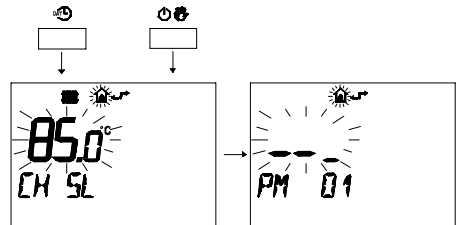

fig. 8.13
- 2 Premere contemporaneamente i pulsanti e per entrare nella programmazione trasparente fig. 8.13